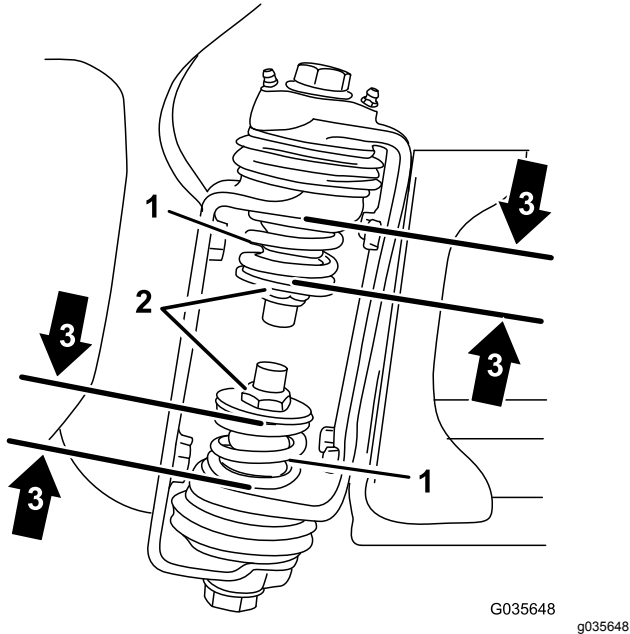

Bild 5
3. Messen Sie am Scharnier des Abschnitts die Komprimierung der oberen und unteren Federn, wenn die Abschnitte ausgefahren sind (Bild 5).